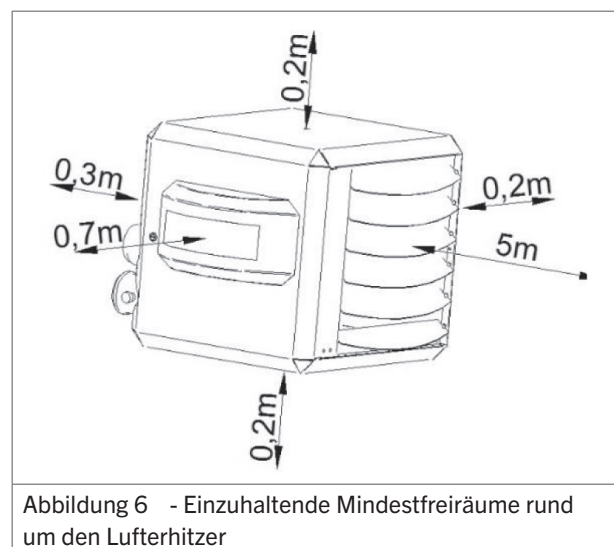

Abbildung 6 - Einzuhaltende Mindestfreiräume rund um den Luftherhitzer
- Sorgen Sie für ausreichend Abstand zwischen dem Luftherhitzer und etwaigen Hindernissen. Der Abstand dient der Sicherheit und einem ausreichenden Zugang für Service- und Wartungsarbeiten (Abbildung 6).